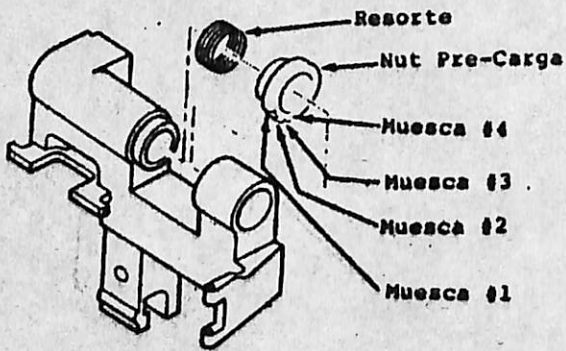

FIGURA 8 PORTA CABEZAL
- e) Si se instala un nuevo porta cabeza, poner la tuerca pre cabeza en la muesca N# 2. Ver figura 8.